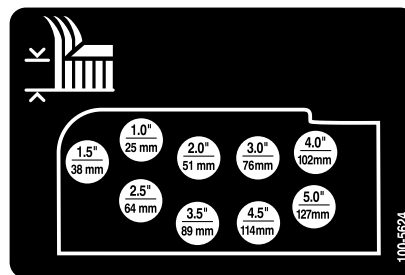

Figure 23
10. Montez les chaînes de hauteur de coupe dans le trou correspondant à la hauteur de coupe voulue à l'aide de l'axe de chape et de la goupille fendue (Figure 23).